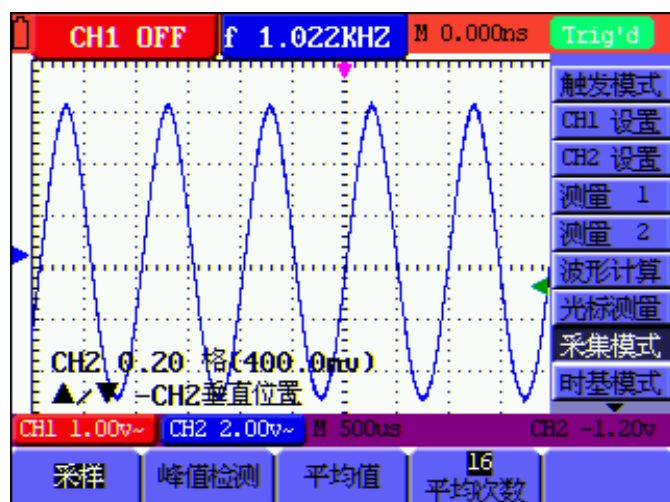

图 14: 平均值采样方式
3. 按 **F3** 键，选择 **平均值**，再按 **F4** 键，选择 **平均次数 16**。这时会平均 16 次测量结果显示。见图 14：